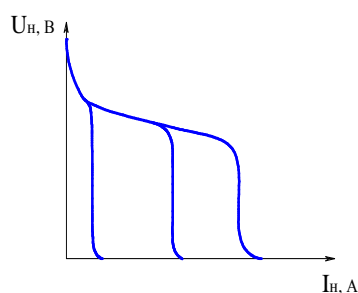

Рисунок 3 – Вольтамперная характеристика
1.3.2.6 Источник имеет падающую внешнюю характеристику и плавное регулирование тока (рисунок 3).